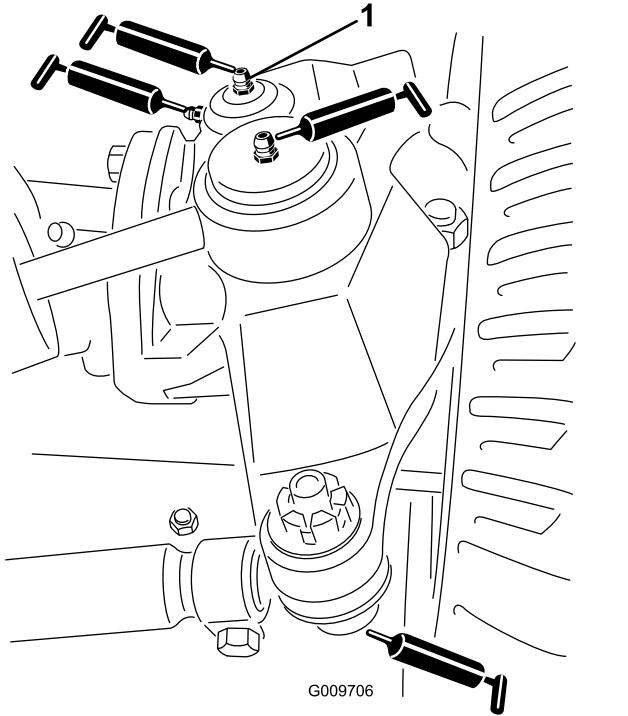

図 45
- ステアリングシリンダのボールジョイント 2ヶ所 図 45